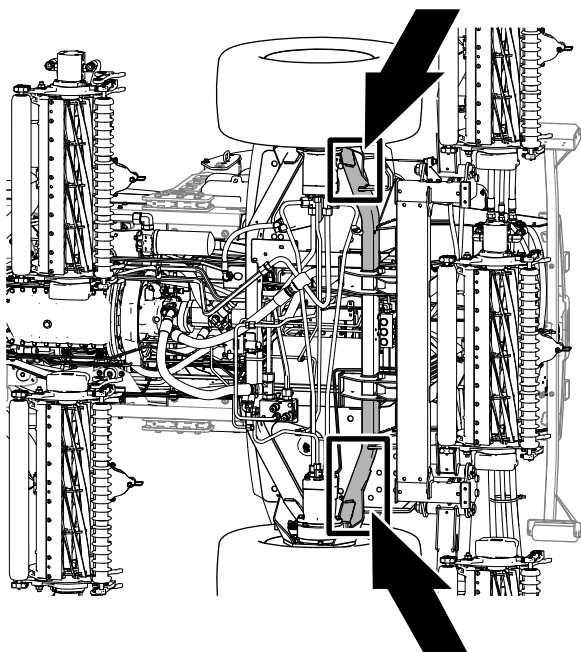

Figure 110
- Avant de la machine – sur le cadre, devant les moteurs des roues motrices (Figure 110).